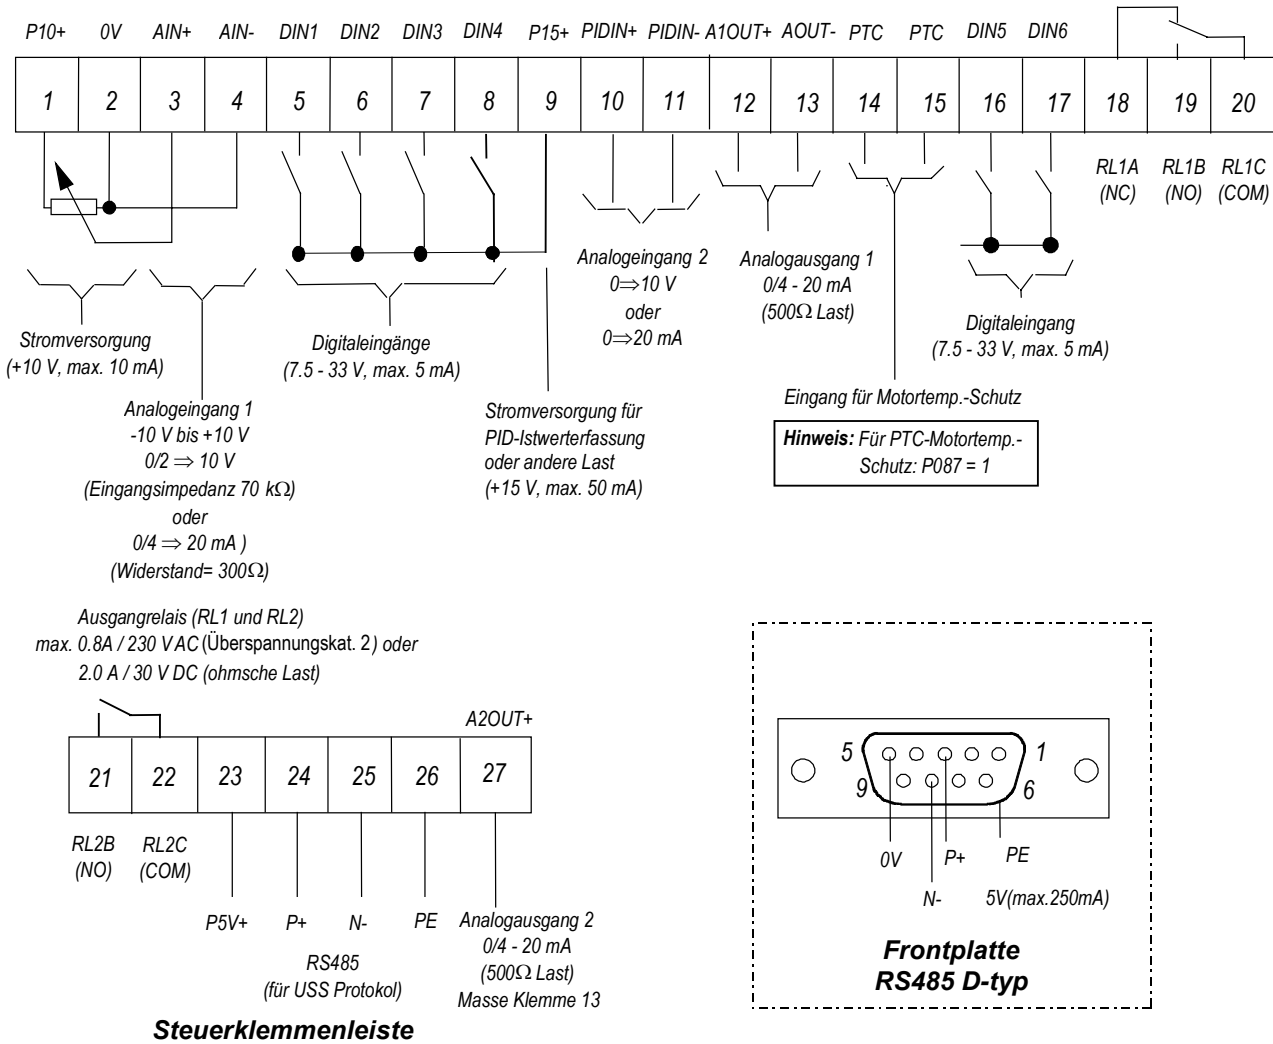
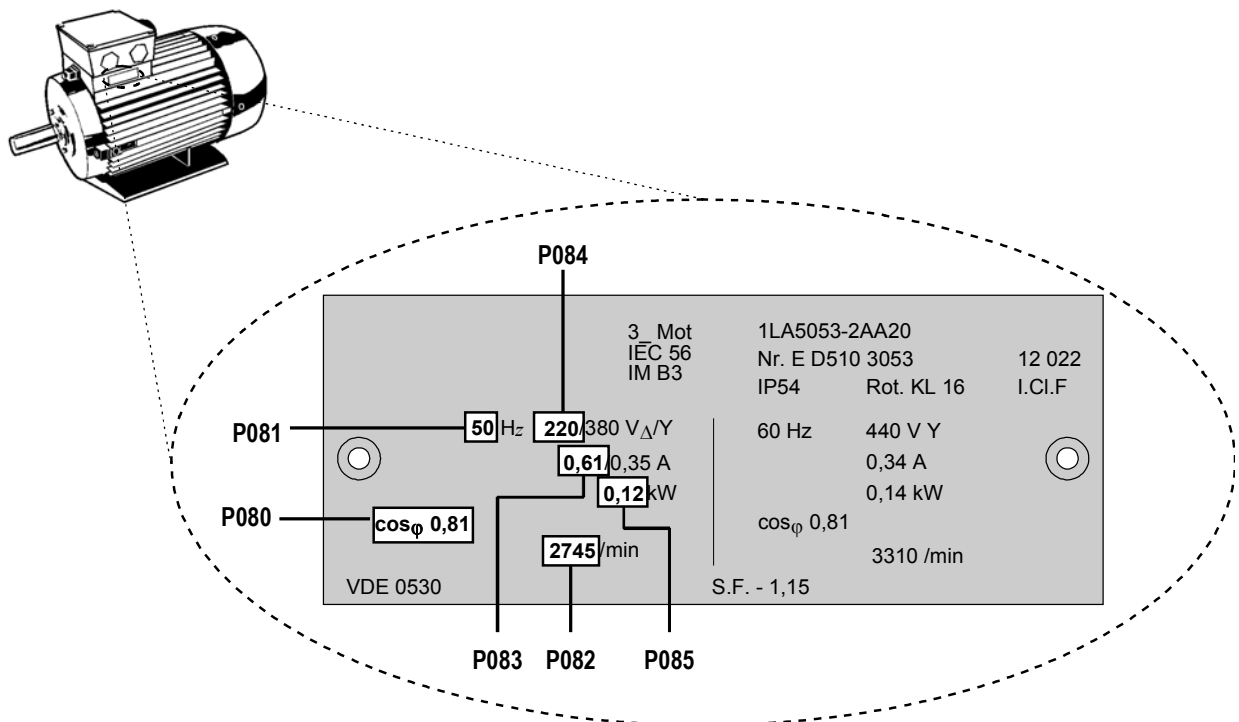

Bild 3.2.2: Steueranschlüsse - MIDIMASTER Vector
Figure 4.2.1: Beispiel für ein Motortypenschild
- (1) Der Umrichter ist ohne Netz-Hauptschalter ausgestattet und steht somit, wenn er an das Netz angeschlossen ist, immer unter Spannung. Er wartet mit gesperrtem Ausgang, bis die EIN-Taste betätigt wird, bzw. wartet auf ein digitales EIN-Signal z.B. über Klemme 5 (EIN - rechts) oder über Klemme 6 (EIN - links) - siehe Parameter P051 - P055 und P356.
- (2) Falls festgelegt wurde, daß die Ausgangsfrequenz angezeigt werden soll (P001 = 0), wird, solange der Umrichter nicht in Betrieb ist, der entsprechende Sollwert ungefähr alle 1,5 Sekunden angezeigt.
- (3) Der Umrichter ist ab Werk für Standardanwendungen mit 4-poligen Norm-Motoren von Siemens programmiert. Bei Verwendung anderer Motoren müssen die Daten vom Typenschild des Motors in die Parameter P080 bis P085 eingegeben werden (siehe Bild 4.2.1). **Bitte beachten Sie, daß diese Parameter nur zugänglich sind, wenn P009 auf 002 oder 003 eingestellt wurde.**
- (4) Für einen Dauerbetrieb unter ~10Hz Umrichter- Ausgangsfrequenz ist, zum Schutz des Motors, ein Fremdlüfter und/oder ein Temperaturfühler im Motor vorzusehen.
- (1) Die Steuerklemme 5 über einen einfachen Ein-/Aus-Schalter mit Klemme 9 verbinden. Damit wird der Umrichter für Rechtslauf eingestellt (Standardeinstellung).
- (2) Die Abdeckung wieder aufsetzen und den Umrichter mit Spannung versorgen. Den Parameter P009 auf 002 oder 003 einstellen, um das Einstellen sämtlicher Parameter zu ermöglichen.
- (3) Durch Einstellen des Parameters P006 auf 000 den Sollwertkanal auf digitale Werte einstellen.
- (4) Durch Einstellen des Parameters P007 auf 000 wird die Steuerklemmleiste aktiviert (im vorliegenden Fall DIN1 (Klemme 5)) und die Bedienelemente auf der Frontplatte werden gesperrt.
- (5) Den Parameter P005 auf den gewünschten Frequenzsollwert einstellen.
- (6) Die Parameter P080 bis P085 entsprechend dem Motor-Typenschild einstellen (*siehe Bild 4.2.1*).
- (7) Den externen Ein-/Aus-Schalter einschalten. Der Umrichter speist nunmehr den Motor mit der in P005 eingestellten Frequenz.
- (2) Ein 4,7 k Ω -Potentiometer wie in Bild 2.2.4 und 2.2.6 (MMV) bzw. Bild 3.2.2 und 3.2.4 (MDV) gezeigt an die Steuerklemmen anschließen oder Klemme 2 (0V) mit Klemme 4 verbinden und ein 0 - 10 V-Signal an Klemme 2 (0V) und Klemme 3 (AIN+) anlegen.
- (3) DIP-Wahlschalter 1, 2 und 3 zur Konfiguration des Analogeingangs auf Spannungseingang 0 - 10V einstellen (*siehe Bild 3.2.2-3.2.4, Kapitel 4.1.2*).
- (4) Die Abdeckung wieder aufsetzen und den Umrichter mit Spannung versorgen. Den Parameter P009 auf 002 oder 003 einstellen, um das Einstellen sämtlicher Parameter zu ermöglichen.
- (5) Durch Einstellen des Parameters P006 auf 001 den Sollwertkanal auf analoge Werte einstellen.
- (6) Durch Einstellen des Parameters P007 auf 000 werden die Steuerklemmleiste und die Bedienelemente auf der Frontplatte gesperrt.
- (7) Über die Parameter P021 und P022 die niedrigste und die höchste Ausgangsfrequenz einstellen.
- (8) Die Parameter P080 bis P085 entsprechend dem Motor-Typenschild eingeben (*siehe Bild 4.2.1*).
- (9) Den externen EIN/AUS-Schalter einschalten. Das Potentiometer drehen (oder analoge Steuerspannung regeln), bis die gewünschte Frequenz am Umrichter angezeigt wird. Der Motor dreht sich nunmehr mit der gewünschten Drehzahl.